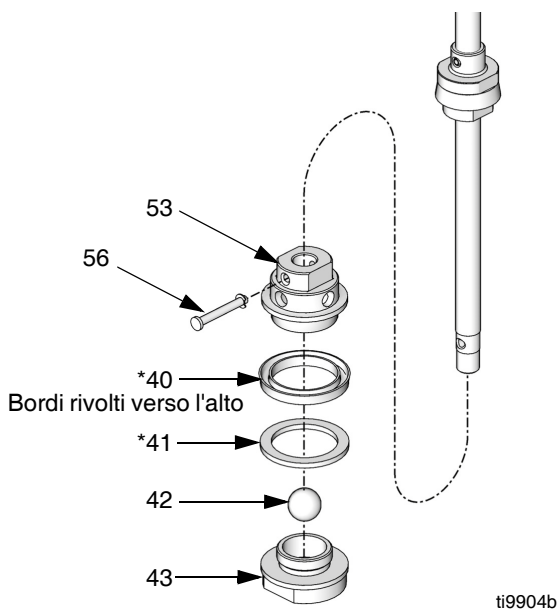

FIG. 20
8. Rimuovere il perno (56). Rimuovere il corpo della valvola del pistone. Svitare la valvola del pistone (43) dall'alloggiamento del pistone (53). Rimuovere l'anello (41*), la fascia a U (40*) e la sfera (42). Ispezionare tutte le parti per rilevare eventuali danni. Vedere FIG. 20.